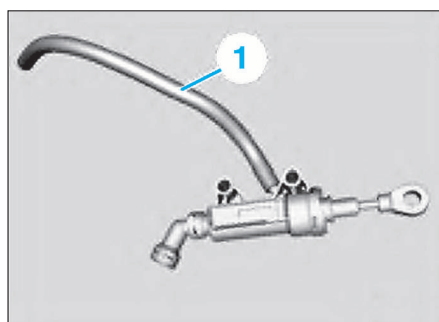

FIG. 20
- Dégager le contacteur d'embrayage (1) du cylindre émetteur d'embrayage (2) avec un tournevis (au niveau de la flèche blanche) (Fig.20).